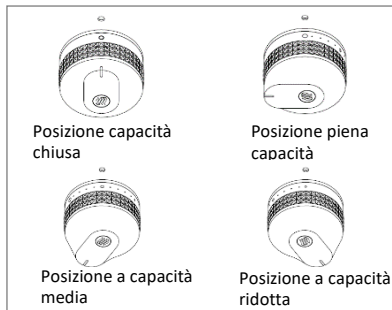

Figura 2. Regolazione della leva di comando
6. Regolare poi a piacimento l'altezza della piastra girando la o le leve di comando da calore massimo (cerchio grande) a calore minimo (cerchio piccolo) (Vedere figura 2)